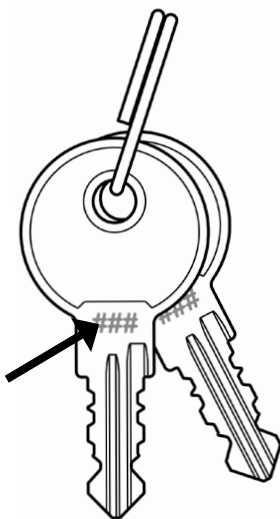
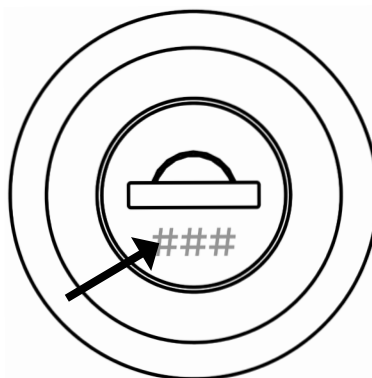

Figure 8 : Code sur les nouvelles clés
Figure 9 : Code sur le nouveau noyau de serrure
- b. **Notez le code gravé au laser** sur la face de vos nouvelles clés (Figure 8) et le nouveau noyau de serrure (Figure 9). Utilisez ce code au cas où vous auriez besoin de réorganiser les clés. Vous pouvez également faire des doubles de votre clé.